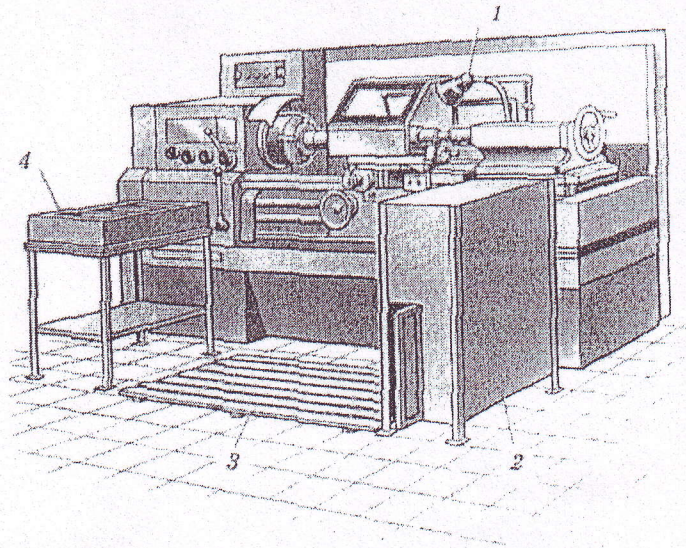

Рис. 2. Рабочее место токаря:
- принять станок от сменщика (рис. 2); проверить, хорошо ли убраны станок и рабочее место. Не приступать к работе до устранения выявленных недостатков;